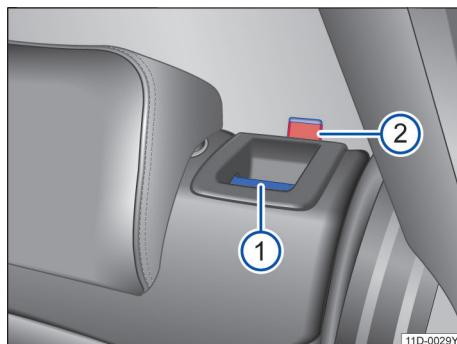

图 63 后排座椅靠背：分离按钮 ①；红色标记 ②
- 向前拉分离按钮 → 图 63 ①，同时前折靠背。
- 松开后排座椅靠背后应能看见按钮上的红色标记 ②。